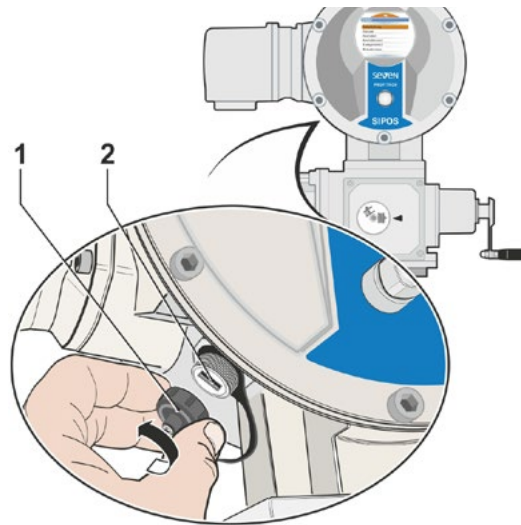

Рис. 1: Разъём USB
1. Отверните защитную крышку разъёма USB (рис. 1, поз. 1) (чтобы крышка не потерялась, она закреплена пластиковой лентой).